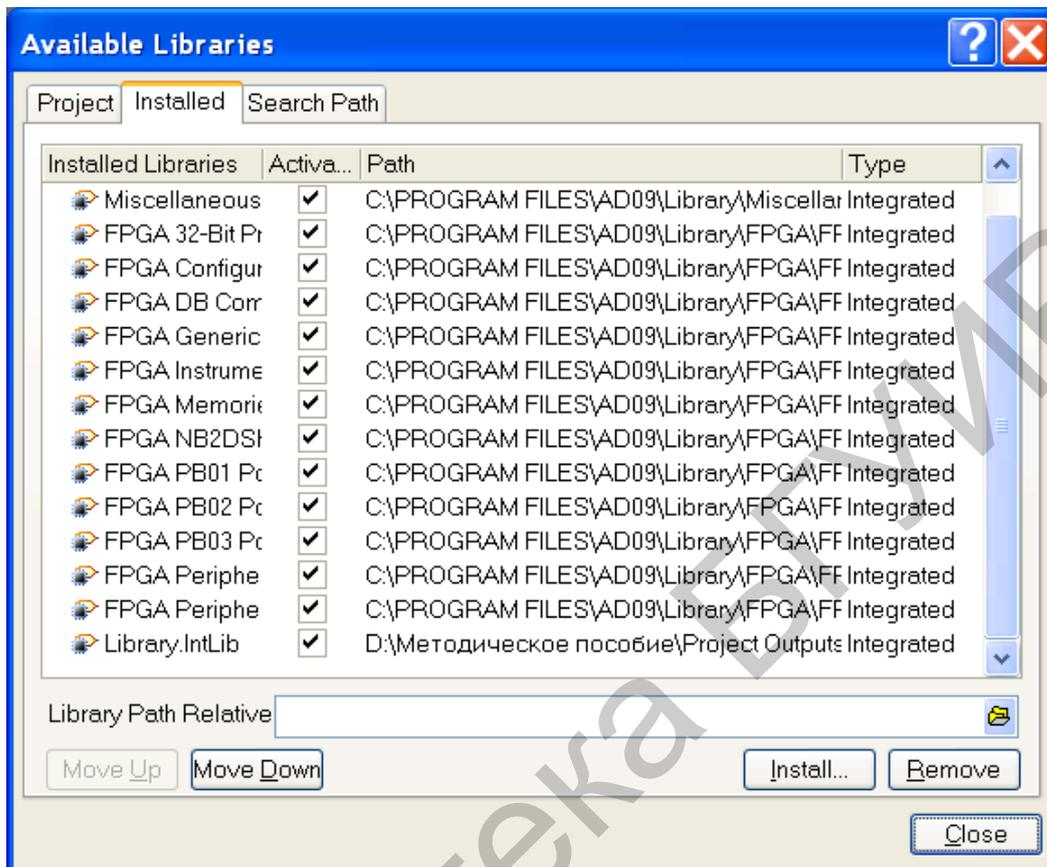

Рис. 29. Окно подключенных и активных библиотек
2. Для присоединения недостающих библиотек щелчком по кнопке Libraries в верхней части панели активизировать окно со списком установленных библиотек Installed Libraries (рис. 29).
4. Кнопкой Close в окне (см. рис. 29) завершить подключение библиотек. Если при этом было открыто окно текущего проекта электрической схемы, выбранные символы подключенных библиотек могут вызываться кнопкой Place<Имя компонента> на поле проектируемой схемы.
Для исключения ненужных в проекте библиотек вызвать, аналогично п. 2, диалоговое окно (см. рис. 29) и указать в нем ненужные библиотеки и удалить их из списка кнопкой Remove.